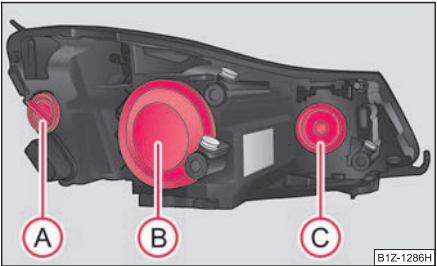

Fig. 241 Faros delanteros:
Posiciones de las bombillas en el faro delantero ⇒ página 270, fig. 241.
- Quitar la caperuza protectora (B) ⇒ página 270, fig. 241.
- Quitar la caperuza protectora (C) ⇒ página 270, fig. 241.